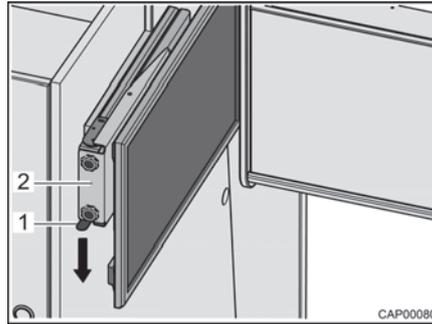

Fig. 39 Dispositivo de extracción con pantalla plana
- Presionar el resorte de cierre (Fig. 39,1) hacia abajo y extraer el dispositivo de extracción (Fig. 39,2) con pantalla plana horizontalmente hacia el centro del vehículo.
- Empujar el dispositivo de extracción (Fig. 39,2) con pantalla plana horizontalmente hasta el tope. El resorte de cierre (Fig. 39,1) engatillará automáticamente.